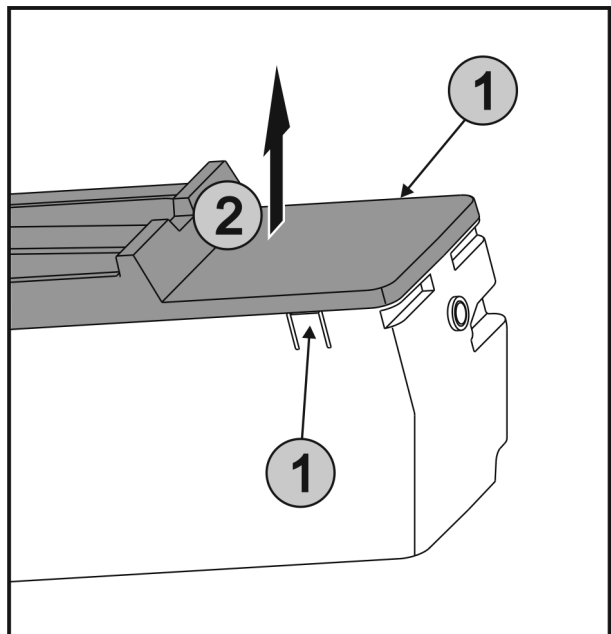

Fig. 64
- ▶ Apăsăți simultan eclisele Fig. 64 (1) de pe ambele părți ale EasyTwist-Ice și scoateți capacul Fig. 64 (2) în sus.